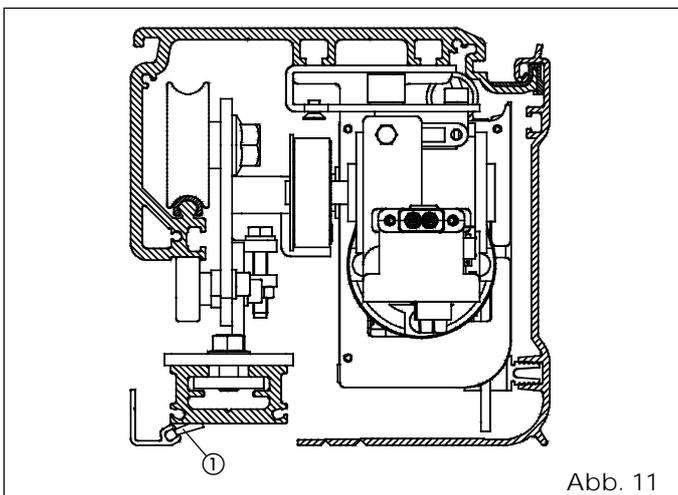

Abb. 11
ACHTUNG: Die Bürste (Zubehörteil, Abb. 11 - Bez. ①) vor der Montage in das Schließprofil einsetzen.